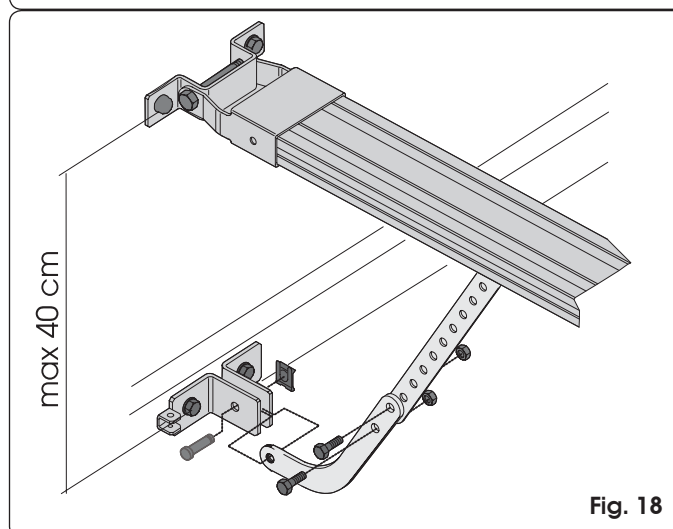

Fig. 18
- Si l'on utilise le bras courbe pour portes sectionnelles (en option) réaliser l'assemblage avec le bras droit du chariot d'après la Fig. 18. Pour améliorer l'efficacité du système anti-écrasement, on conseille de fixer la patte d'attache sur la porte sectionnelle le plus bas possible, mais sans dépasser la distance de 40 cm à partir de la patte d'attache antérieure de l'opérateur.